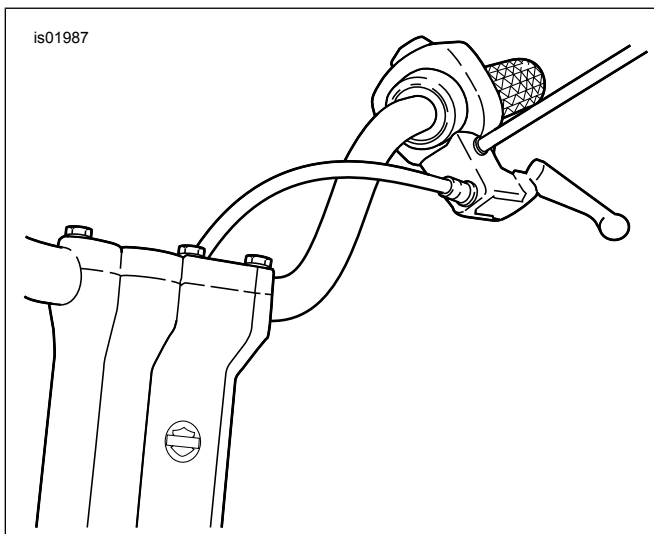

Figura 1. Nova orientação do cabo da embreagem
1. Veja a Figura 1. Reposicione o cabo da embreagem na parte interna do guidom como segue: